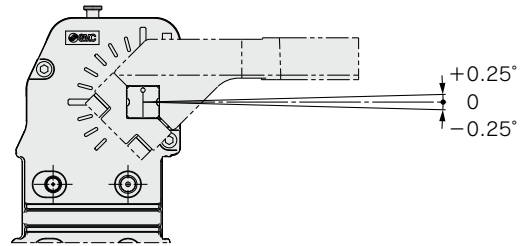

図1
- クランプ端において図1のように -0.25° から $+0.25^\circ$ の機差があります。必ず外部でシム調整をしてください。P.48参照。